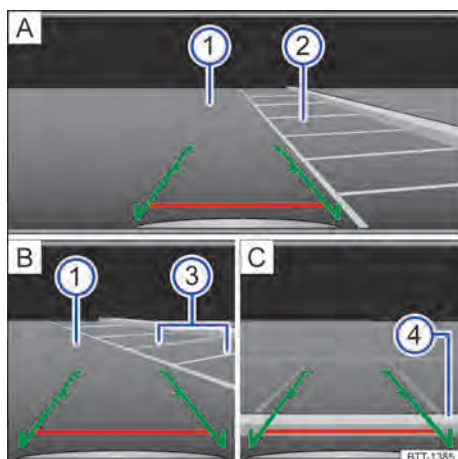

Fig. 100 Exibição do display do sistema do rádio: estacionar com a câmera de marcha a ré.
Legenda para → Fig. 100:
- Posicionar o veículo na frente da vaga de estacionamento → Fig. 100 **2** **A**.